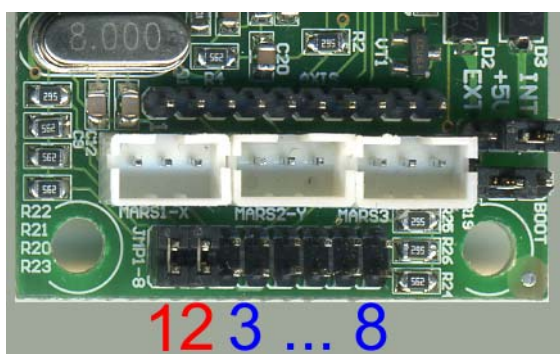

Рис. 4.4.
4. Установите джамперы управления осями в положения, соответствующие типам датчиков осей (рис. 4.4).